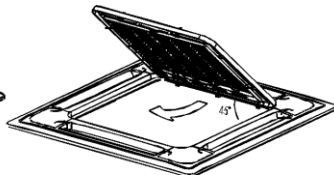

Figura 9
- b. Desenhe a grade até o ângulo de cerca de 45°, e o remova. (Consulte a figura 9)
(2) Remova as tampas de instalação nos quatro cantos.